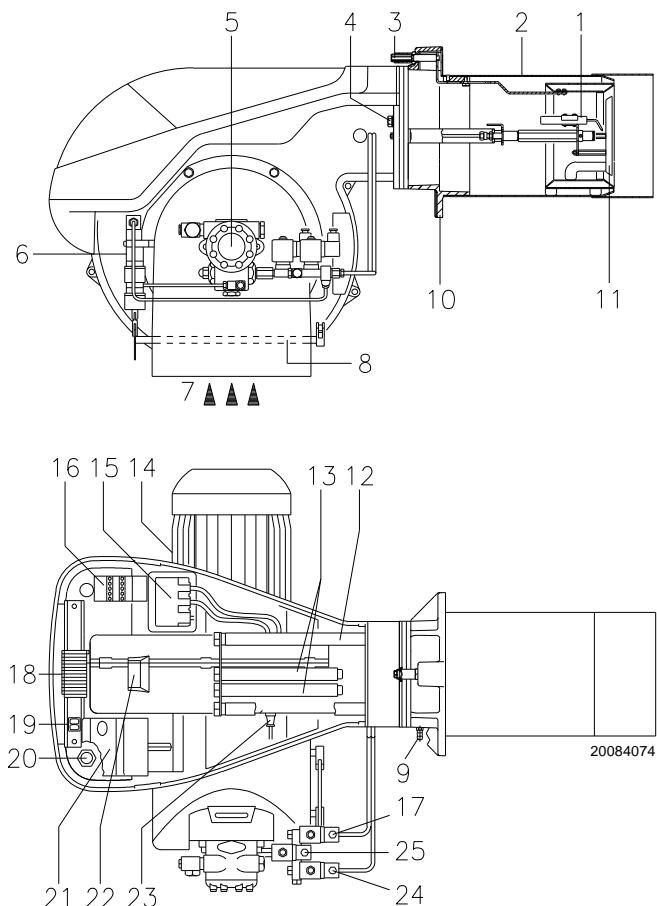

Fig. 1
- Bloqueio do equipamento:** o acendimento do botão (led vermelho) do equipamento 22)(Fig. 1) indica que o queimador está bloqueado.
- Bloqueio do motor:** para desbloquear, premir o botão do relé térmico 17)(Fig. 1).
- 2 - Prolongadores 13) (Fig. 1) para guias 12) (Fig. 1)